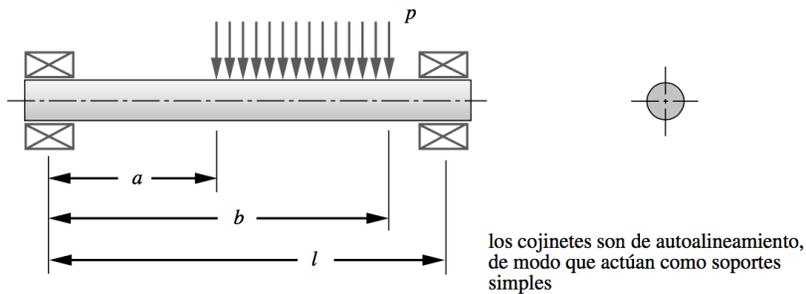

Figura 5: Problema 5: Una viga cargada
5. Una viga está soportada por cojinetes y cargada, como se muestra en la figura 5. Escriba un programa en MATLAB o PYTHON, o en su defecto una hoja de cálculo en EXCEL, para calcular las reacciones, así como para calcular y graficar las funciones de carga, fuerza cortante y momento. Pruebe el programa con los datos proporcionados en la tabla del problema 2.